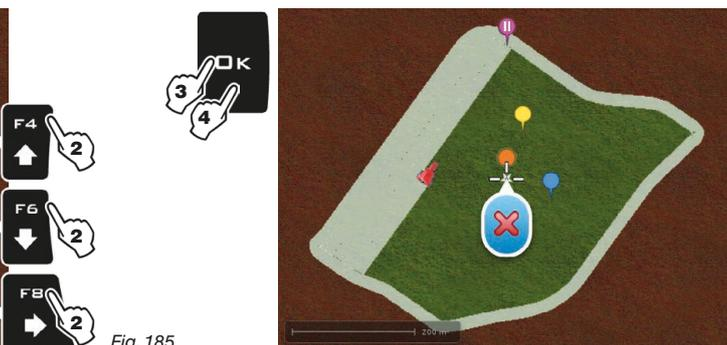

Fig. 185
- 3 - 4 Appuyez deux fois sur **OK** pour effacer (Fig. 185) / **ESC** pour annuler.